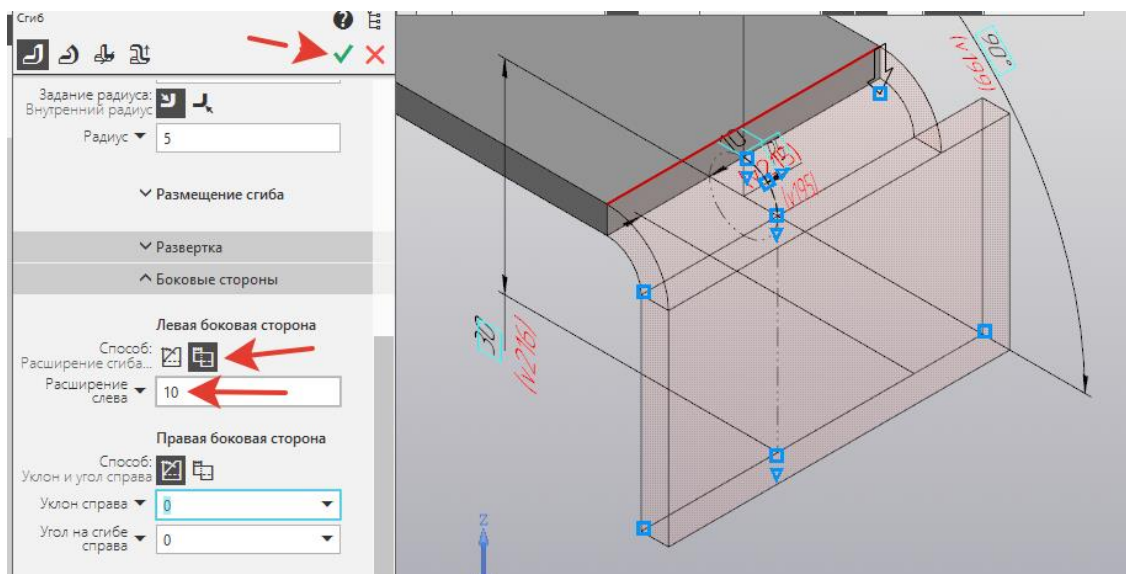

Рисунок 42 .
7. Открыть расширение *Боковые стороны*: поменять *Расширение сгиба* - Слева – 10. Создать объект (рисунок 42).